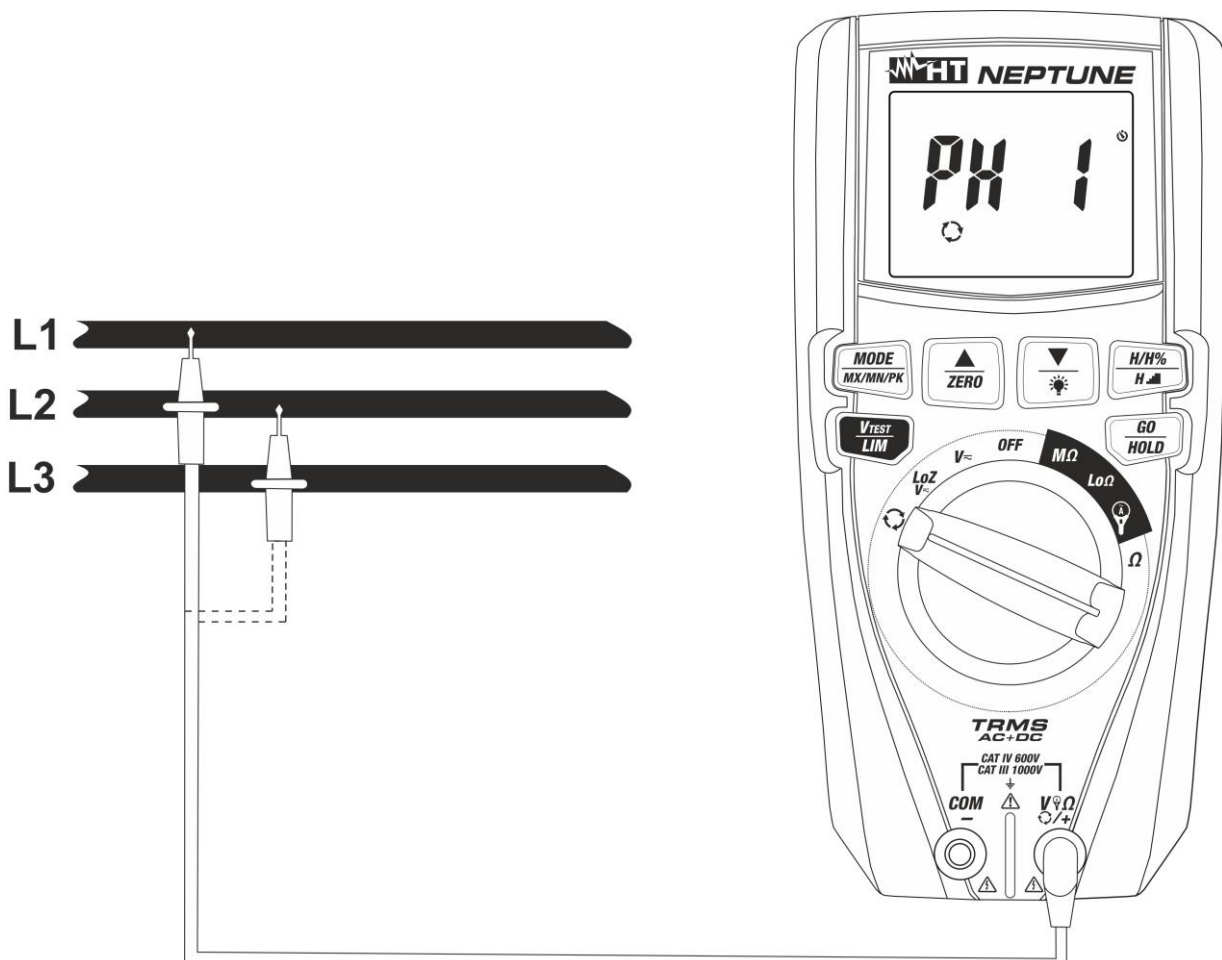
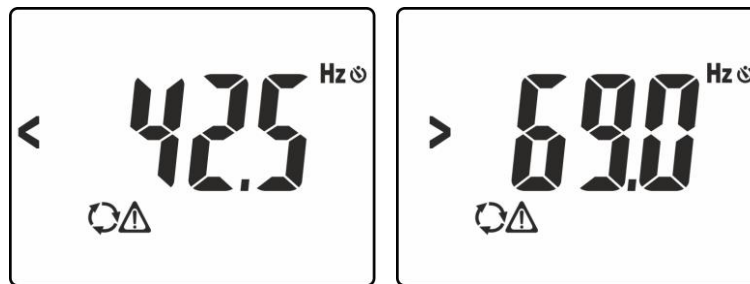
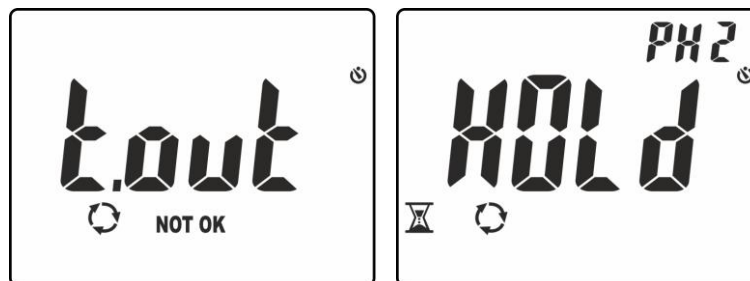

Abb. 10: Verwendung des Geräts für den Test der Phasenfolge und Phasengleichheit
Abb. 11: Angabe einer Spannung mit falscher Frequenz
Abb. 13: Ermittlung der Phase L1 und Abwarten der Phase L2
3. Halten Sie die rote Messleitung auf die Phase **L1** des zu messenden dreiphasigen Systems (siehe Abb. 10). Die folgenden Meldungen können im Display erscheinen (siehe Abb. 11) und geben die Anwesenheit eines Spannungssignals an, deren Frequenz außerhalb des Bereiches **42.5Hz ÷ 69Hz** liegt. Unter diesen Bedingungen führt das Gerät keinen Test durch.
6. Halten Sie die rote Messleitung an Phase **L2** des zu messenden dreiphasigen Systems (siehe Abb. 10). Falls der Übergang von der Phase L1 zur Phase L2 in einer Zeit größer als **10s** erfolgt, zeigt das Gerät die Meldung **“t.out”** im Display an (siehe Abb. 13 – linke Seite). Unter der Bedingung von korrekter Spannung und Frequenz, zeigt das Gerät die Meldung **“HOLD”**, die Symbole und **“PH2”** und der Summer gibt einen kontinuierlichen Ton ab, und wartet auf die Ermittlung eines stabilen Spannungswerts auf der Phase L2 (siehe Abb. 13 – rechte Seite).